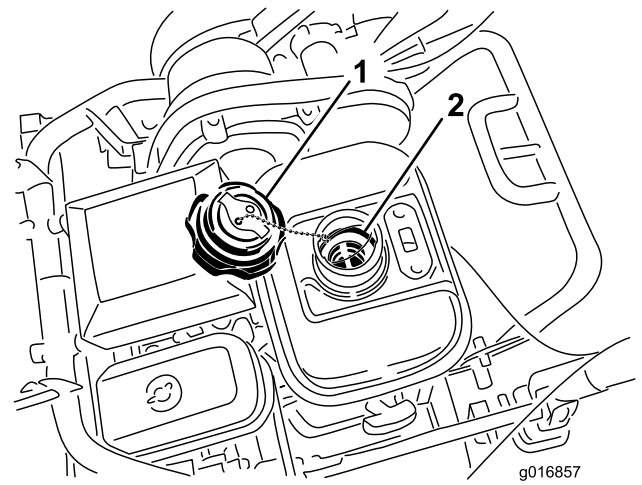

Figure 38
3. Dévissez et retirez le bouchon du réservoir de carburant (Figure 38).